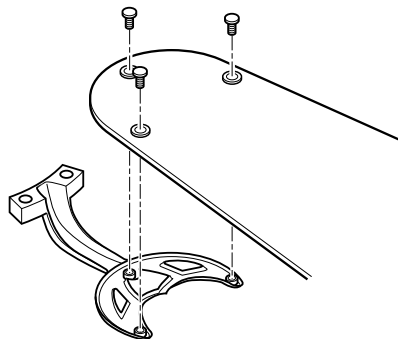

Figura 7b - Prendendo a pá do ventilador no prendedor da pá
2. Fixe cada pá ao prendedor de pá utilizando três parafusos do conjunto de pá conforme mostrado na Figura 7b.